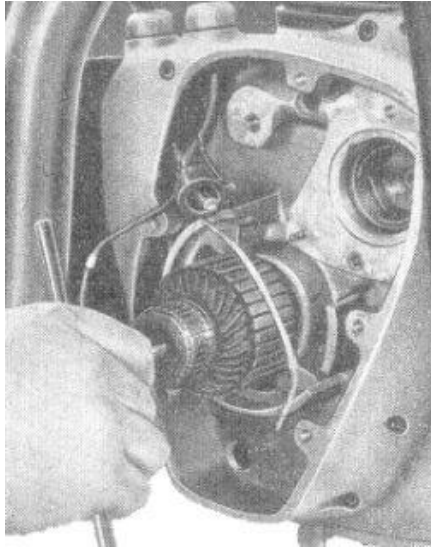

Bild 64. Lichtmaschinenanker abdrücken
6. Anker mit Hilfe einer Abdrückschraube (Gewinde M10) abdrücken (**Bild 64**).